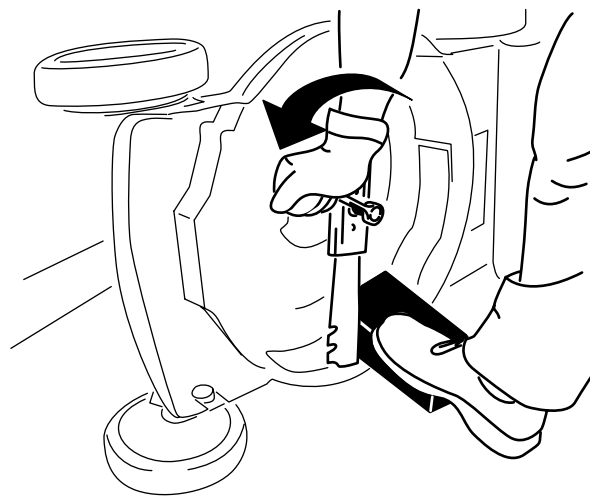

Figura 20
2. Usate un blocco di legno per tenere ferma la lama (Figura 20).
3. Togliete il bullone della lama e la lama; conservate il bullone della lama (Figura 20).